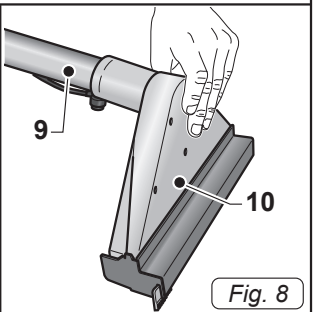

Fig. 8
- Inserire nel tubo (9 Fig.8) la bocchetta pavimenti (10 Fig.8).